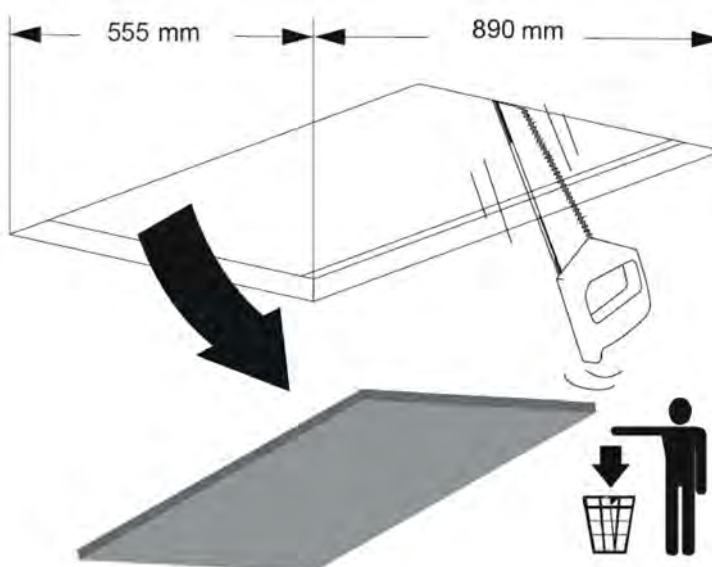

Fig. 7
1. ➤ Taket eller materialet där fläkten är monterad måste sågas upp enligt angivna mått (Fig. 7).